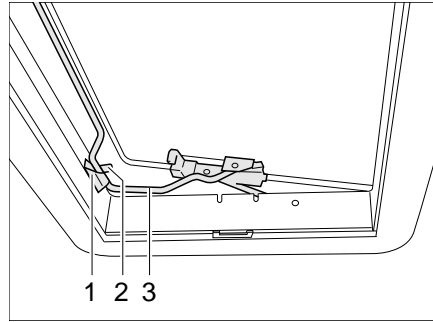

Bild 53 Heki-Dachhaube in Lüftungsstellung 2
- Bügel (Bild 53,3) in die Halterung (Bild 53,1) einlegen.
- Hebel (Bild 53,2) über den Bügel legen.